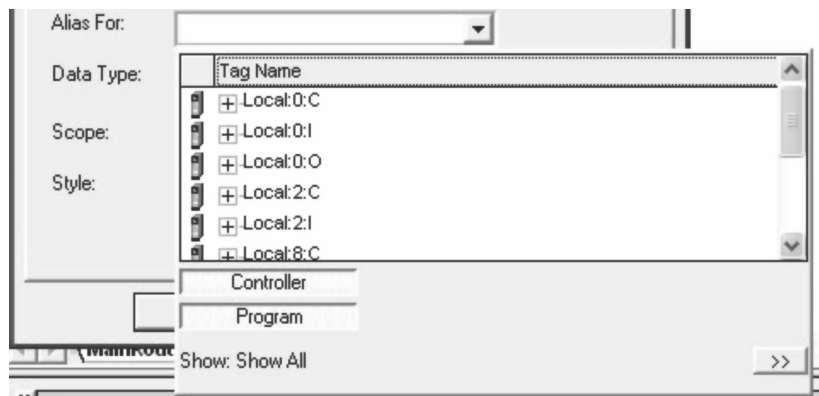

图 6-14 “别名”标签浏览器
4. 单击“别名”（Alias For）的向下箭头。将出现标签浏览器，如图 6-14 所示。